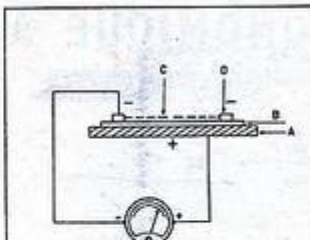

FIG. 3
Cet appareil expérimental et de démonstration a le grand mérite d'être d'une réalisation peu coûteuse (pour ce genre d'appareil s'entend)... et d'un entretien absolument nul (sans aucun inconvénient, il peut continuellement rester en circuit avec sa source d'alimentation !). Ce récepteur est composé d'une diode au germanium, et son amplification basse-fréquence est assurée par deux transistors (un 2N191 et un 2N187). L'alimentation est assurée par une cellule photo-électrique au sélénium. La dite cellule est ronde, elle est du type Westaplot et a 67 mm de diamètre (fig. 3, 4 et 5).
Fonctionnement de la cellule photo-électrique au sélénium (fig. 3).
Nous avons découpé ce disque (P) dans un coffret ayant contenu du bouillon en cubes ! Pour mieux faire, au point de vue « aspect », nous avons biseauté le bord de ce disque (Q). Cette opération demande très peu de temps, et est très facile à réaliser à la meule, car le plexiglas est un matériau tendre. Dans le boîtier, on fait une petite encoche à la lime, afin d'y passer la languette R de la pièce de la figure 6. Une fois tous les éléments en place (pièces K, R, P, L, G, etc.), vérifier à l'aide d'un milliammètre de 0 à 4 milli, le bon fonctionnement de la cellule (fig. 3).